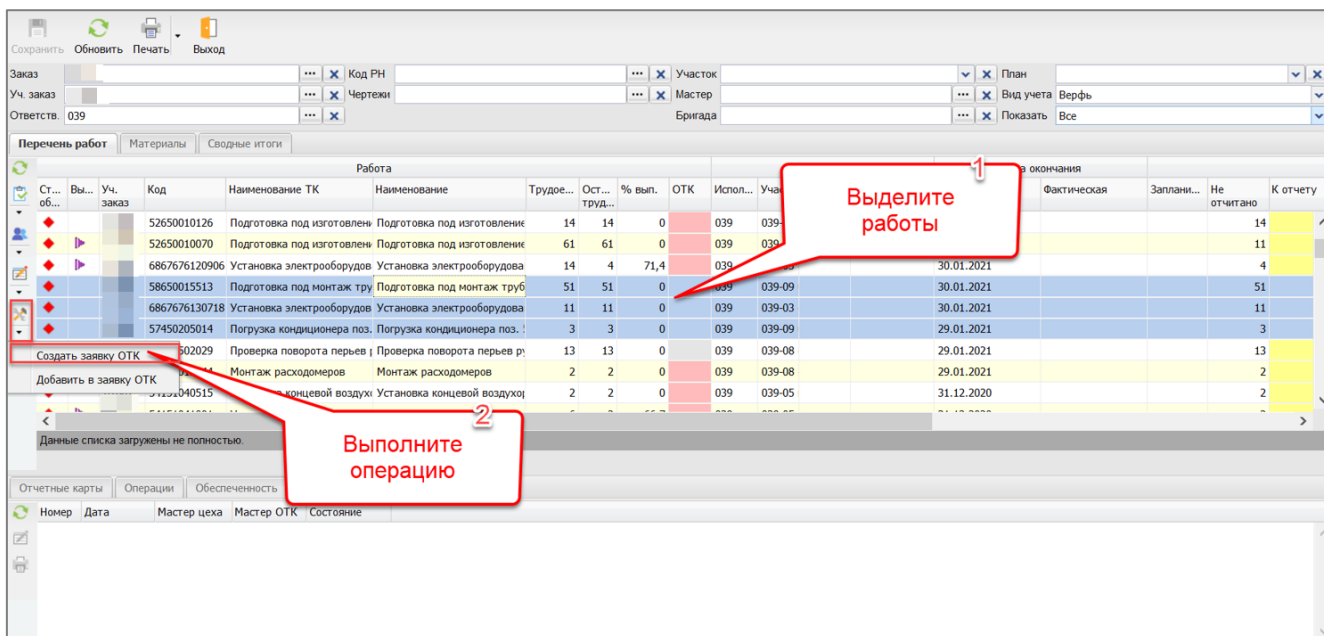

Рисунок 71 Создание заявки ОТК
1) Создать заявку ОТК (Рисунок 71 Создание заявки ОТК.)